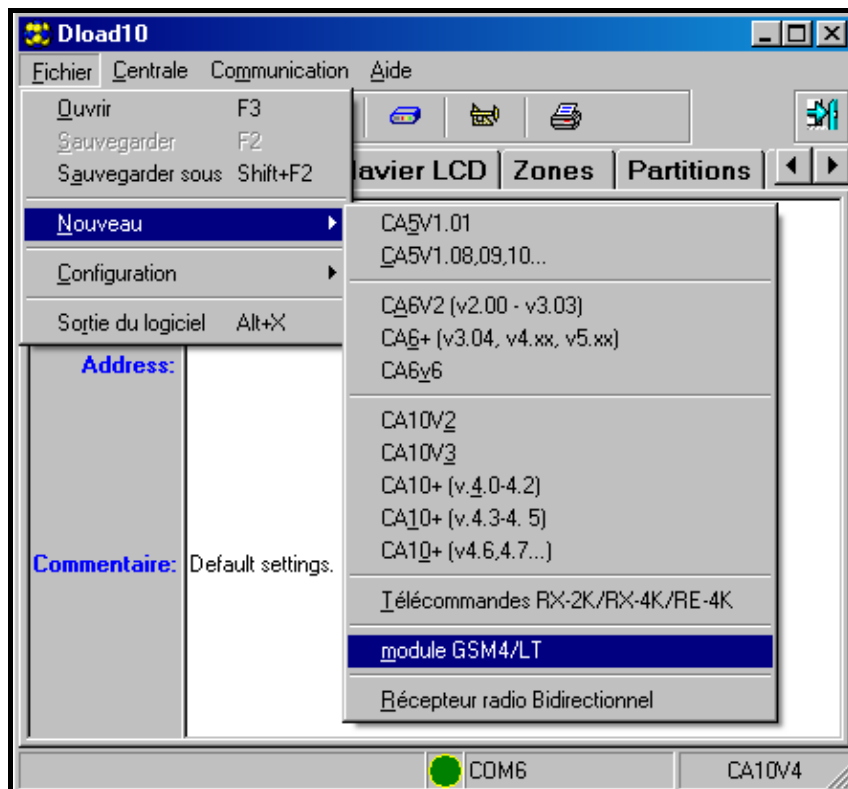

Fig. 7.
1. Ouvrir la fenêtre des données du module en sélectionnant au menu **Fichier→Nouveau →Module GSM** (voir : Fig. 7).